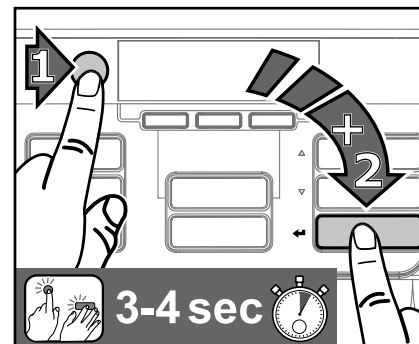

Fig. 24
1. Trykk først STOPP-knappen og så enterknappen ← og hold begge to trykket i 3-4 sekunder for å komme til rengjøringsmodus. (Fig. 24)